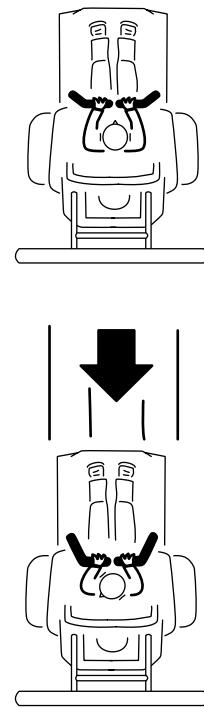

Figura 25
3. Para recuar, olhe para trás e puxe lentamente os manípulos de controlo para trás (Figura 25).